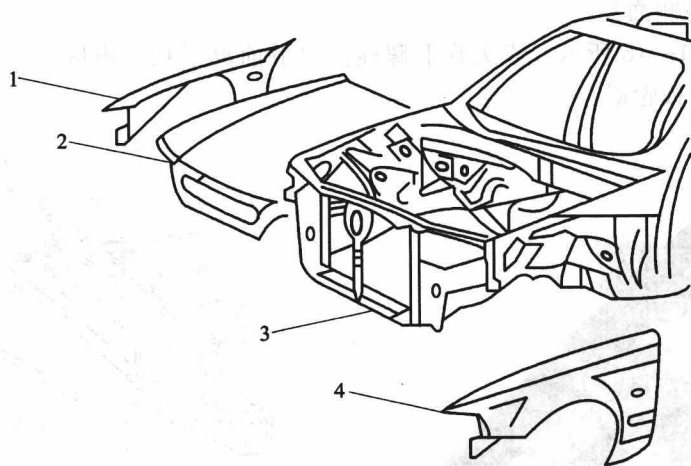

图 1—1—17 汽车前车身部件
1. 结合图 1—1—17, 进行汽车前车身部件的结构认知。